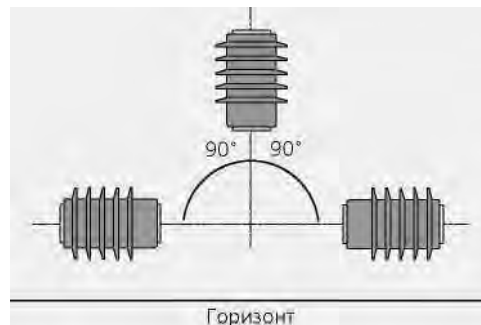

Рис. 8. Рабочее положение ОПН-КР/ТЕЛ, ОПН-РТ/ТЕЛ в пространстве.
- рабочее положение ОПН-КР/ТЕЛ, ОПН-РТ/ТЕЛ в пространстве - любое, **рис. 8**;